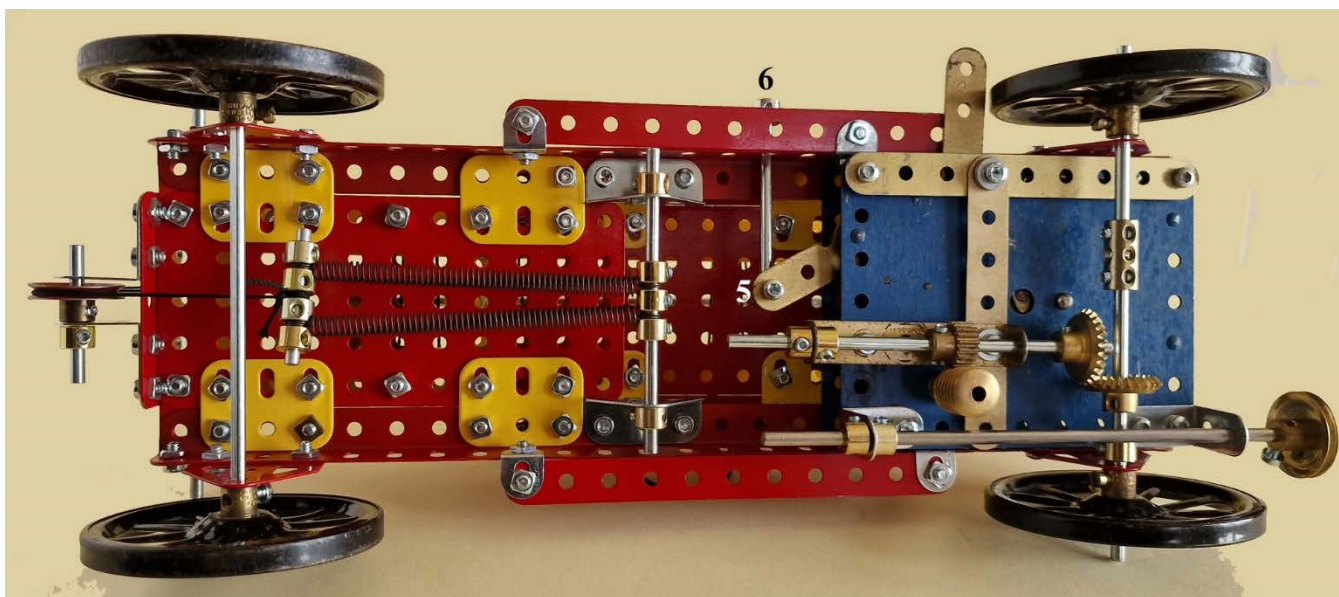

Fig. 4. le dessous du châssis avec le mécanisme moteur et les ressorts
Fonctionnement : Quand le véhicule arrive contre un mur, la poulie de 12 mm (9) est poussée, la tringle de 30 cm recule, le bras de manivelle ne bloque plus l'échelle qui va immédiatement être tirée grâce aux 2 puissants ressorts fixés sous le châssis (voir fig. 4 et 5) et reliés à l'échelle par une corde et la tige filetée de 5 cm (12). Lors de son redressement, l'échelle va également se déployer, une corde est fixée à la partie inférieure de la partie mobile (13) de l'échelle, passe sur la poulie (14) avant d'être à nouveau fixée sur le châssis (15). La petite roue (16) et sa tringle ne prennent pas de part active dans le fonctionnement du mécanisme, mais empêchent la machine de toucher le mur et ainsi, tient la portion développée de l'échelle à une certaine distance du mur.